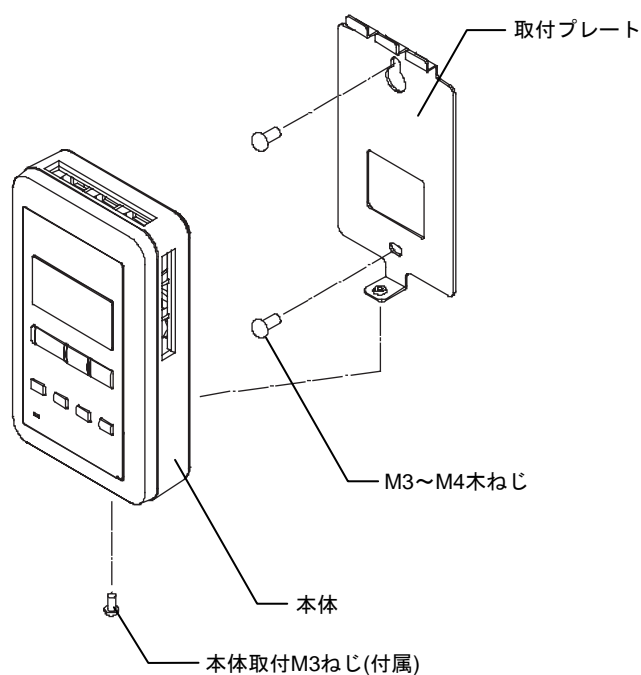

図7 壁直接取付
- (4) 取付プレートに本体を差し込みます。(図7参照)
- (5) 付属の本体取付M3ねじで取付プレートに固定します。